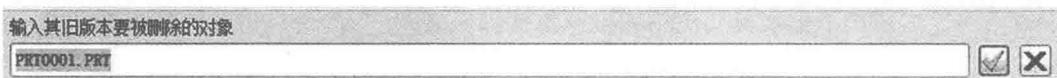

图 1-11 “输入其旧版本要被删除的对象”对话框
①选择菜单栏中“文件”下拉菜单中的“删除”命令中的“旧版本”选项，系统将弹出如图 1-11 所示“输入其旧版本要被删除的对象”对话框；
②输入要被删除的对象的文件名；
③单击按钮，则该零件文件的旧版本将会被删除，系统只保留最新版本。